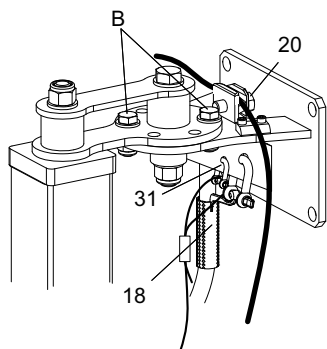

Рис. 13 Верхний фиксатор с подъемным и страховочным тросами и фиксатором кабеля
20. Прикрепить фиксатор кабеля (поз. 18) к кронштейну верхнего фиксатора с помощью скобы и протянуть через него кабель электродвигателя настолько это необходимо. См. рис. 13. Кабель питания должен быть слегка натянут.